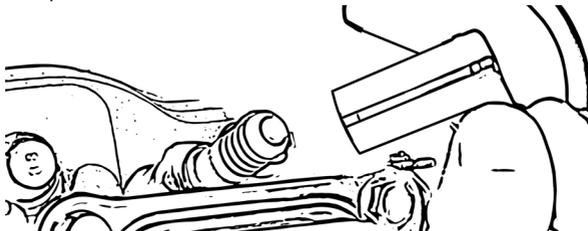

Bild 38
- Skjut in enheten på tändstiftet, bild 38.